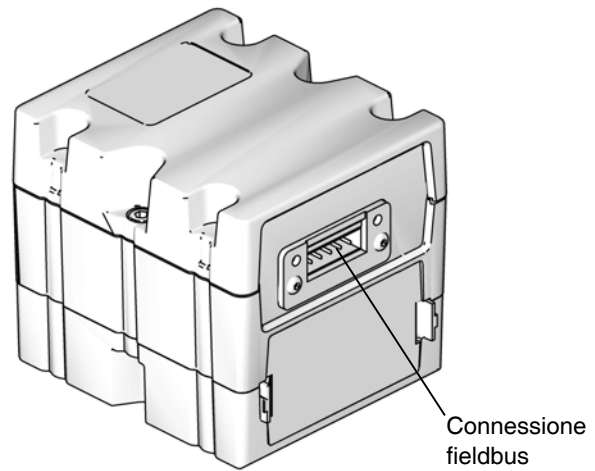

**FIG. 39: Posizioni delle porte dell'unità di azionamento**
6. Utilizzando le quattro viti di montaggio 10-32 in dotazione con il kit, montare la base (CD) nei fori praticati.
7. Ricollegare il CGM (CC) sulla base (CD) con le due viti (CB) rimosse al punto 5.
8. Rimontare il coperchio di accesso (CA).
9. Collegare il cavo CAN incluso nel kit alla porta 1 oppure alla porta 2 (a seconda di quale sia disponibile) sul driver. Vedere FIG. 39.